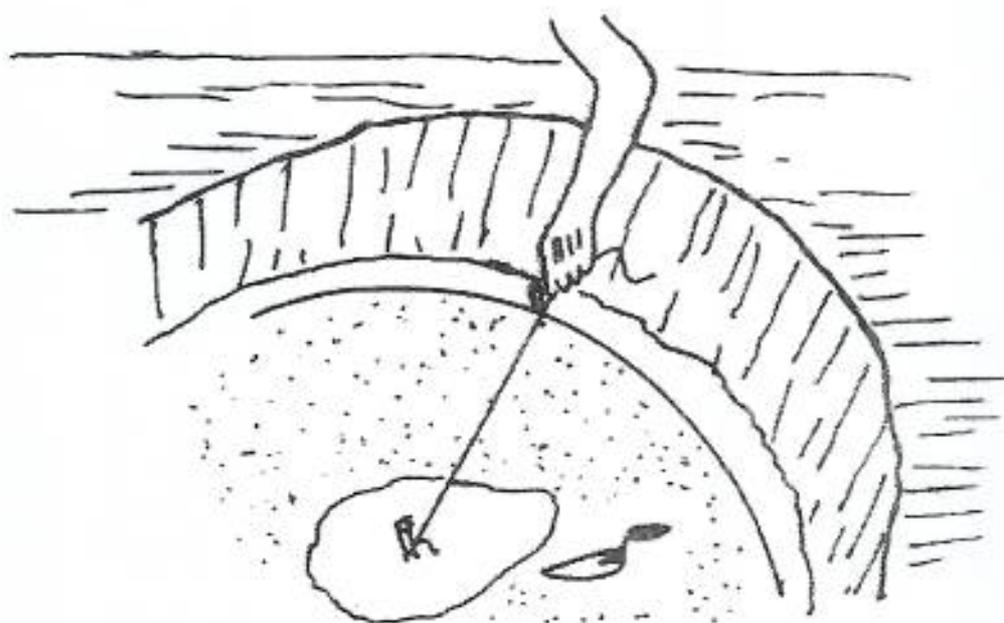

Figura 6
- antes de terminar a laje de fundo, com ela ainda molhada, risque um círculo de raio de 140cm (1,4m), deixando o piquete no local. Esse círculo coincidirá com a aresta interna das placas de parede durante a construção da mesma (figura 6);